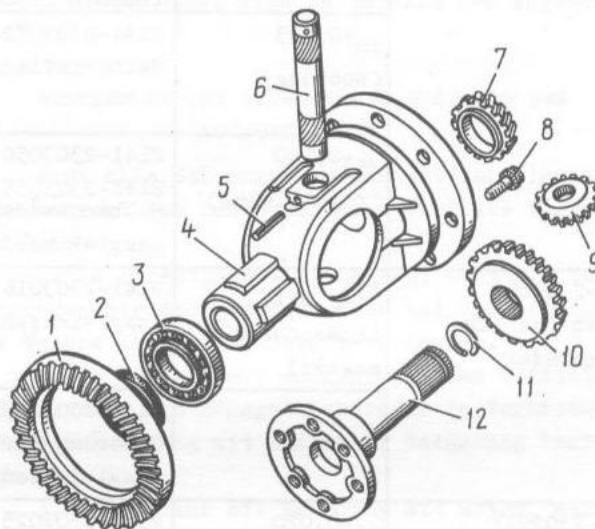
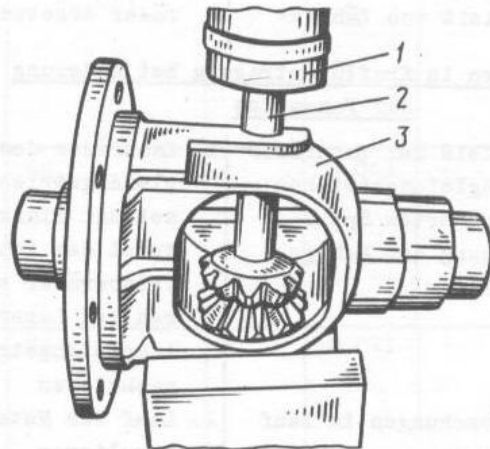

Bild 3-121. Ausgleichgetriebe:
Bild 3-124. Eintreiben des Ausgleichradbolzens in Ausgleichgetriebegehäuse;
Abtriebsrad 1 (Bild 3-121) des Achsgetriebes wird in Ausgleichgehäuse 4 befestigt und läuft auf zwei Kegelrollenlagern 3.
Das Ausgleichgetriebe mit zwei Ausgleichrädern hat zwei Zahnradpaare mit Zähnezahl 10 und 16; diese sind im Ausgleichgehäuse mit gemeinsamer Kugelfläche angeordnet. Am Zapfen des Ausgleichgehäuses wird an der Seite des Befestigungsflansches des Abtriebsrads des Antriebsrad 7 (siehe Bild 3-121) des Antriebsgetriebes von Geschwindigkeitsmesser befestigt. An einem Anguß an der Seitenwand des Achs-
- durch Öffnungen im Ausgleichgehäuse 4 (siehe Bild 3-121) Ausgleichräder in den Innenraum des Gehäuses legen und Bolzen 2 (Bild 3-124) der Ausgleichräder so eintreiben, daß die Bohrung für den Sperrstift mit der entsprechenden Bohrung im Gehäuse fluchtet;